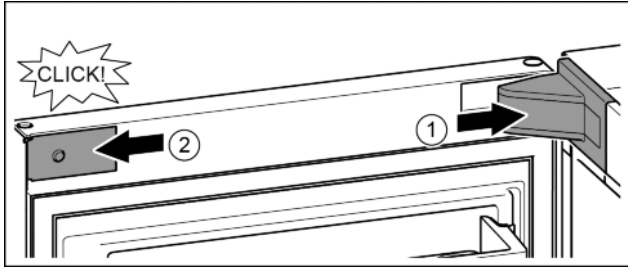

Fig. 25
- ▶ Lagerbockabdeckung aufsetzen und einrasten, ggf. vorsichtig auseinanderdrücken. Fig. 25 (1)
- ▶ Blende seitlich ansetzen und einrasten. Fig. 25 (2)